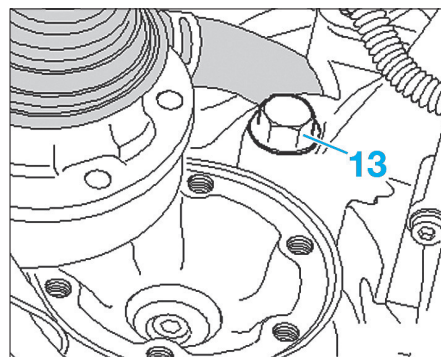

Fig. 6
- Déposer la vis (13) du tour de boîte située au-dessus de la bride de l'arbre de transmission avant droit (Fig.6).